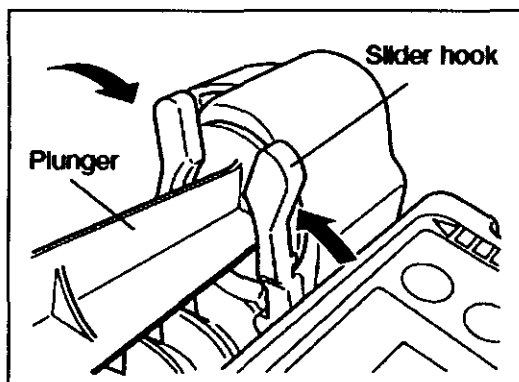

Fig. 12: Plunger: émbolo; Slider hook: Gancho del deslizador.
6) Libere el acople de sujeción y el gancho del deslizador sujetará al émbolo. (Fig. 12).